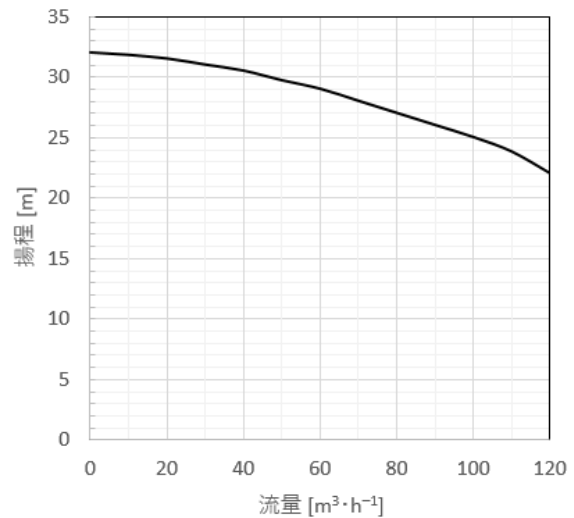

図 1A-2
- (5) 位置エネルギー頭 H_1 [m], および、調節弁を除いた配管 (熱交換器, 流量計, 配管圧損を含む) の圧力損失頭 H_2 [m] を求めなさい。また、容器 A から容器 B への送液を流量範囲 $50 \sim 100 \text{ m}^3 \cdot \text{h}^{-1}$ で行うとき、流量 $50 \text{ m}^3 \cdot \text{h}^{-1}$ での H_2 [m] も求めなさい。
- (6) 検討の結果、流量 $100 \text{ m}^3 \cdot \text{h}^{-1}$, 全揚程 25 m の遠心ポンプを選定した。ポンプの性能曲線を図 1A-2 に示す。解答用紙の図中に抵抗曲線を表示しなさい。また、調節弁の圧力損失を、流量が $50 \text{ m}^3 \cdot \text{h}^{-1}$ と $100 \text{ m}^3 \cdot \text{h}^{-1}$ の条件で求め、図のどの部分に相当するか示しなさい。なお、調節弁の圧力損失は設問(3)での仮値とは異なる点に注意のこと。